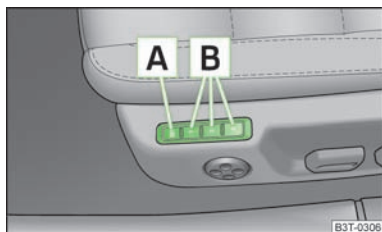

Fig. 56
Le système de mémorisation de position du siège du conducteur permet de mémoriser des positions personnalisées pour le siège du conducteur et les rétroviseurs extérieurs. Chacune des trois touches de mémorisation **B** » fig. 56 correspond à une position différente, donc trois au total.
- Appuyez sur la touche **SET** **A** » fig. 56.
- **Appel automatique par impulsion** : appuyez brièvement sur la touche de mémorisation souhaitée **[B]** » fig. 56. Le siège et les rétroviseurs extérieurs se placent automatiquement sur les positions mémorisées (mais seulement si le contact a été mis et si la vitesse est inférieure à 5 km/h).